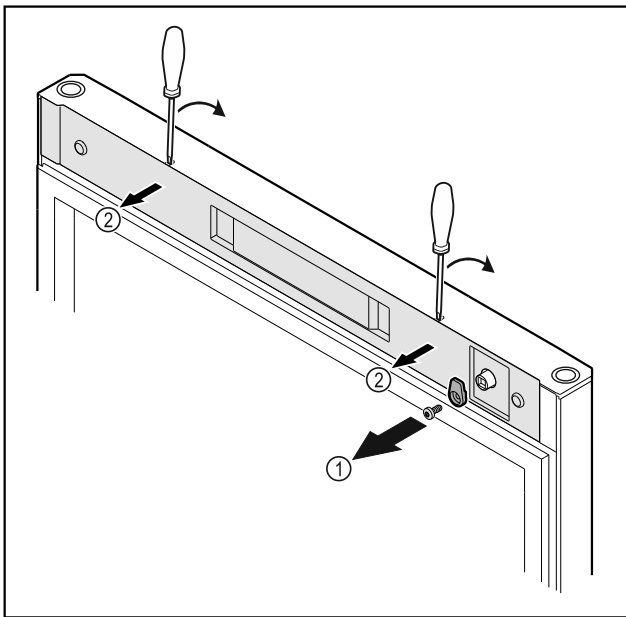

Fig. 10
- ▶ Dévisser le crochet de fermeture Fig. 10 (1).
- ▶ Décrocher le cache Fig. 10 (1) avec un petit tournevis et le retirer.